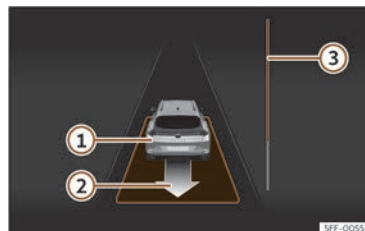

Fig. 161 Sur l'écran du combiné d'instruments : sortir d'une place de stationnement en créneau.
- Reculez jusqu'à ce que retentisse le signal continu du ParkPilot ; **OU** : reculez jusqu'à ce que l'indication de passer en marche avant apparaisse sur l'écran du combiné d'instruments. La barre de progression >>> **fig. 161** **③** indique la distance à parcourir.